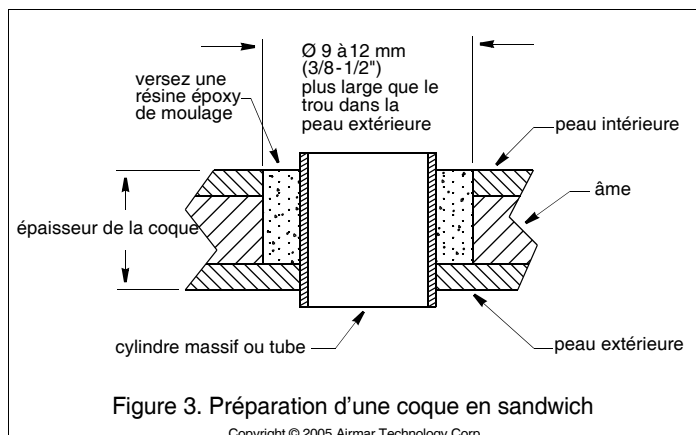

Figure 3. Préparation d'une coque en sandwich
- À l'aide d'une scie cloche Ø 51 mm ou 2", découpez un trou depuis l'extérieur dans la peau *extérieure* uniquement (Figure 3).